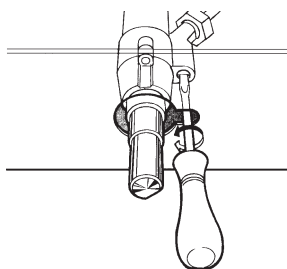

fig.13
- enlevez la manette du robinet et effectuez le réglage au moyen de la vis de réglage située à droite du robinet (fig. 13) jusqu'à ce que vous obteniez une flamme régulière, utilisez un tournevis (en dévissant la vis le minima augmente, en la vissant il diminue).